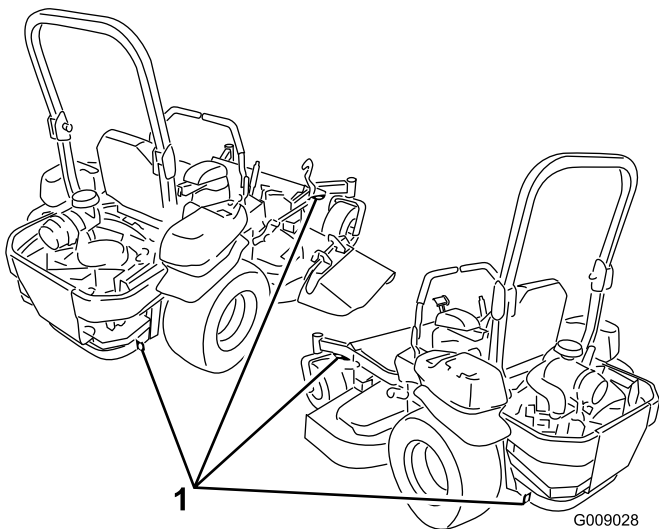

Figura 32
5. Utilice los puntos de amarre metálicos de la máquina para sujetar la máquina firmemente al remolque o al camión con correas, cadenas, cables o cuerdas (Figura 32).